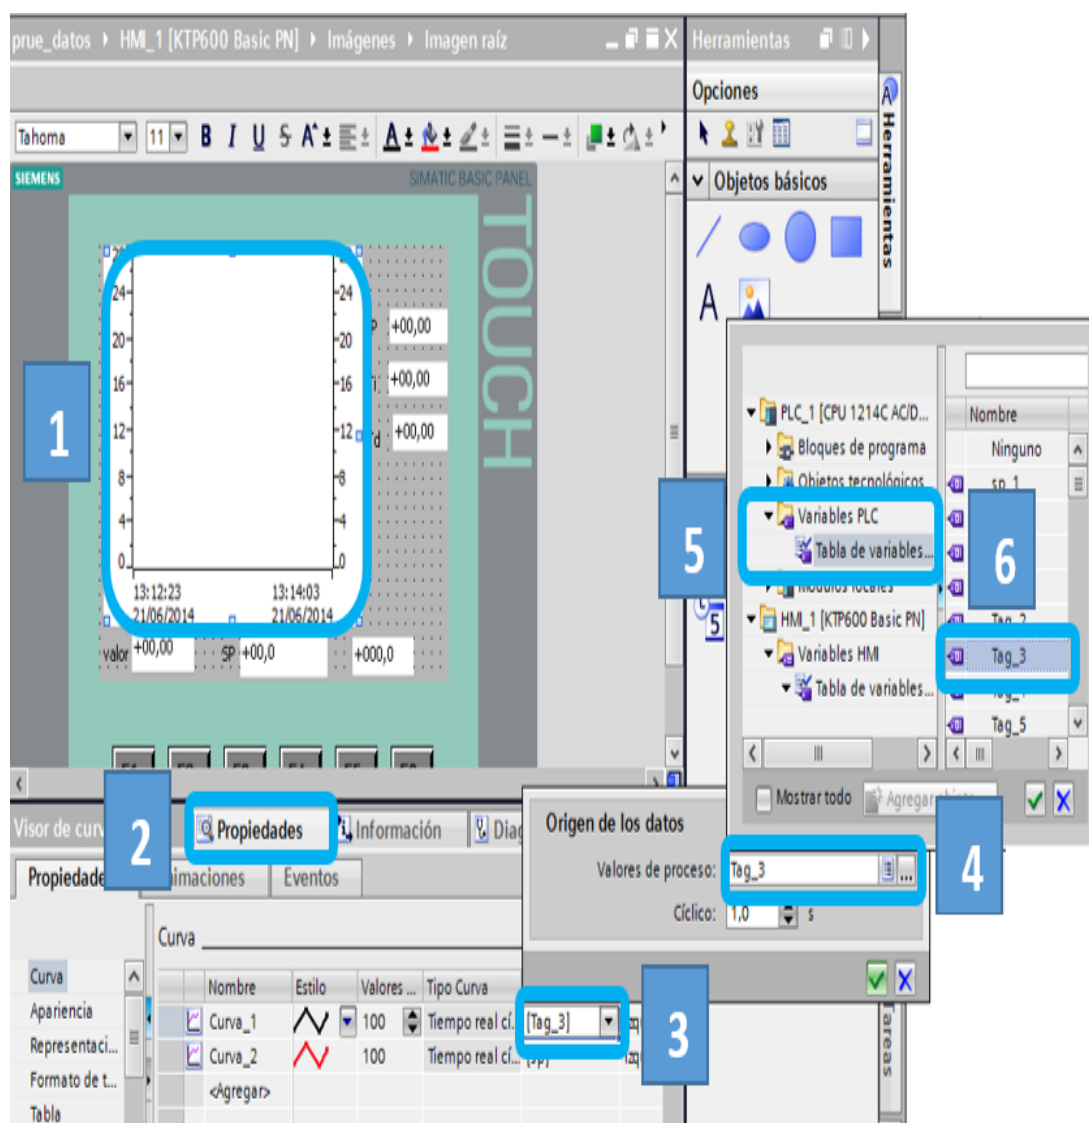

Figura 2.59: Enlazar la variable del PLC con la curva del HMI.
en los puntos (4) para que se desplieguen las carpetas y dirigirse a las variables del PLC y elegir la que se desea como se indica en la figura 2.59.